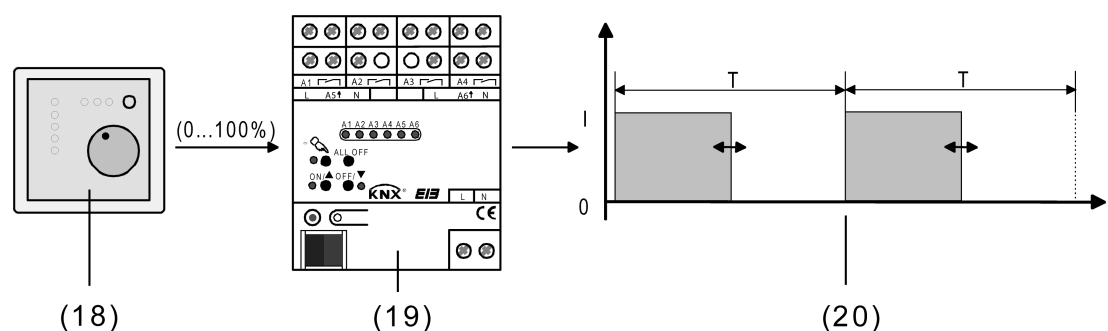

Bild 52: Stellgrößenprinzip bei stetiger Stellgröße
(15) Raumtemperaturregler (RTR) (Stellgröße "1 Bit")
(16) Raumaktor
(17) Schaltendes Ausgangssignal für Ventilantriebe
Das über das 1 Byte Objekt "Stellgröße" empfangene Werttelegramm wird im Normalbetrieb durch den Aktor in ein äquivalentes pulswidenmoduliertes Schaltsignal an den Ventilausgängen umgesetzt (Bild 52). Der aus dieser Modulation resultierende Mittelwert des Ausgangssignals ist unter Berücksichtigung der im Aktor einstellbaren Zykluszeit (T) ein Maß für die gemittelte Ventilstellung des Stellventils und somit eine Referenz für die eingestellte Raumtemperatur (siehe "Pulsweitenmodulation bei stetigen Stellgrößen und stetigen Soll-Ventilpositionen").